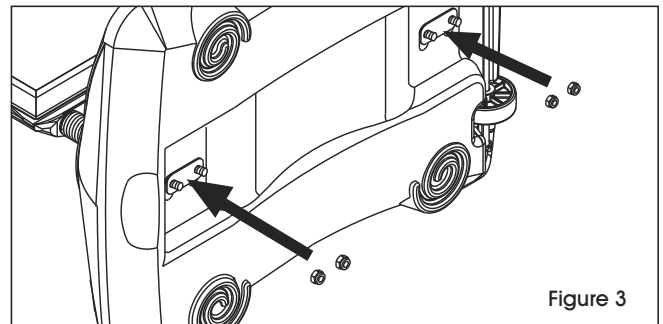

Figure 3
3. Slide nuts onto screws on bottom of base. (See Figure 3)
3. Glissez les écrous sur les vis. (Voir Figure 3)